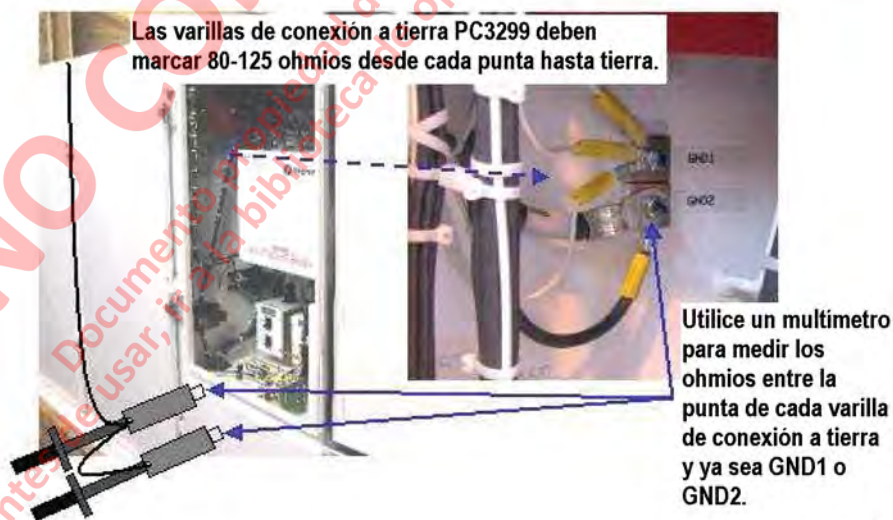

FIGURA 3-9. CONEXIÓN E INSPECCIÓN DE LOS CABLES DE LAS VARILLAS DE CONEXIÓN A TIERRA
2. Revise los niveles de resistencia de la conexión a tierra y de la varilla de conexión a tierra. Mida la resistencia entre cada punta de las varillas de conexión a tierra al bloque a tierra GND1 o GND2 en el compartimento de bajo voltaje del gabinete de control con el multímetro (Figura 3-9). Verifique que la resistencia de las varillas de conexión esté dentro de las especificaciones del fabricante. Si las lecturas no están dentro de las especificaciones, repare o reemplace las varillas de conexión a tierra. No continúe hasta que las varillas de conexión a tierra se encuentren dentro de las especificaciones.
4. Verifique los niveles de resistencia de la conexión a tierra y de la varilla de conexión a tierra para verificar que la herramienta de descarga funcione correctamente. Mida la resistencia entre cada punta de las varillas de conexión a tierra al bloque a tierra GND1 o GND2 en el compartimento de bajo voltaje del gabinete de control con el multímetro (Figura 3-9). Verifique que la resistencia de las varillas de conexión esté dentro de las especificaciones del fabricante.